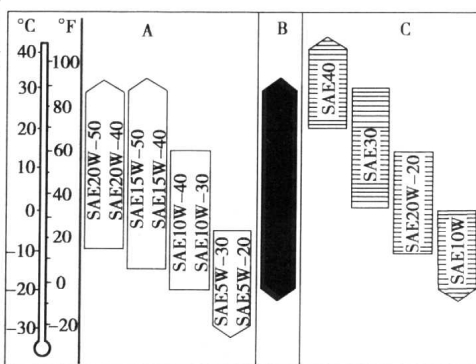

图 1-1 机油适用的温度范围
①冬季用油包括 0W、5W、10W、15W、20W、25W 等。“W”表示冬季,每种标号油都有其适用范围,一般来讲数值越小,则低温粘度越小,对低温的适应性越强。
②夏季用油包括 20、30、40、50。数值越大,在同样的温度下粘度越大,对高温的适应性越强。
③冬夏通用油是指这种机油的低温和高温粘度指标同时满足冬、夏两种用油,也称其为多级油。其代号是冬夏两种机油代号的组合,例如 15W—40。图 1-1 所示为机油粘度级别与环境温度对照表,其中 A 类为冬夏通用机油,B 类为改良型冬夏通用机油,C 类为冬季、夏季机油,也称其为单级油。